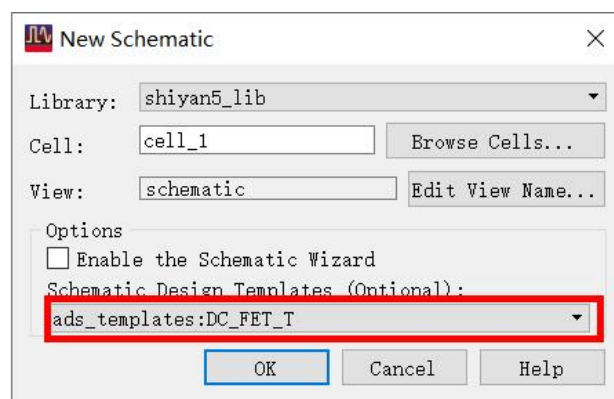

图 5.4
(1) 新建一个原理图，在“Schematic Design templates”选择“ads_template:DC_FET_T”(图 5.4)